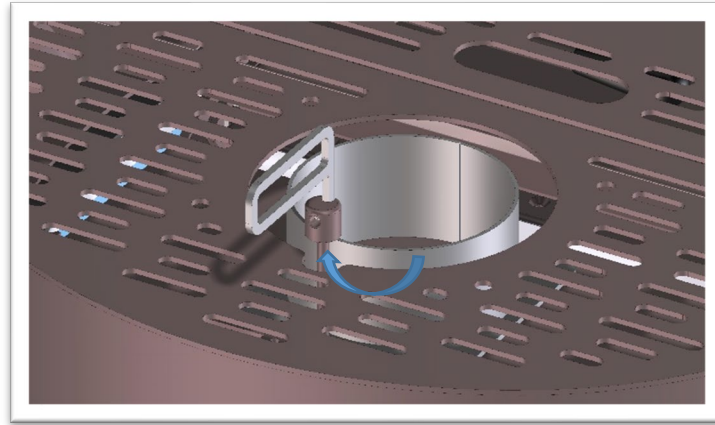

Fig. 20
5. Après 15-20 minutes, à l'aide de l'accessoire, tournez la tirette d'allumage en position de déblocage (Fig. 20) et baissez la tirette. Enlever l'accessoire fourni.